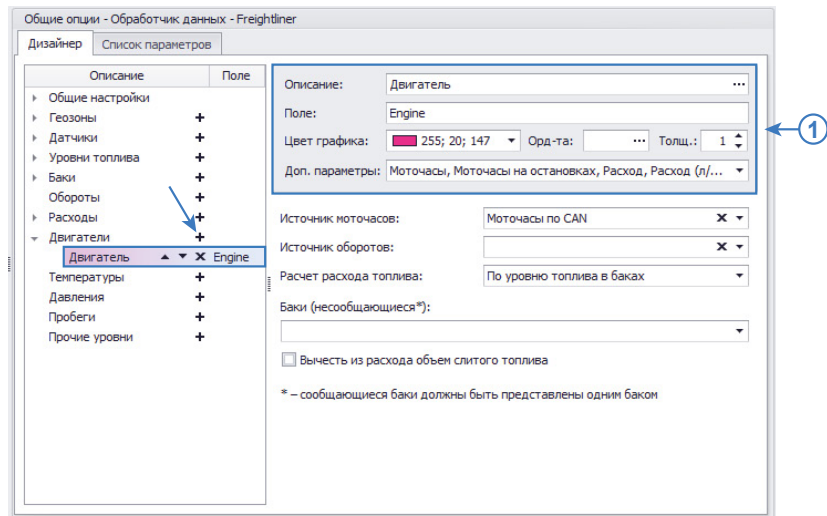

Рис.47. Настройки двигателей.
1. Общие настройки (Рис.47, п.1).